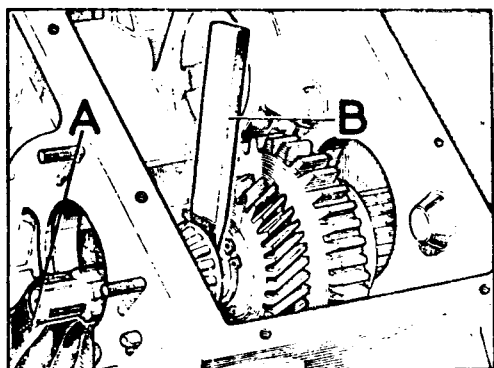

Fig. C1-36 Desmontaje del cojinete delantero
- 1.7. Situar un cortafrios, B (Fig. C1-36), entre la parte posterior del cojinete y el anillo fiador del piñón de "alta" y golpearlo suavemente hasta separar el cojinete delantero del eje de salida.